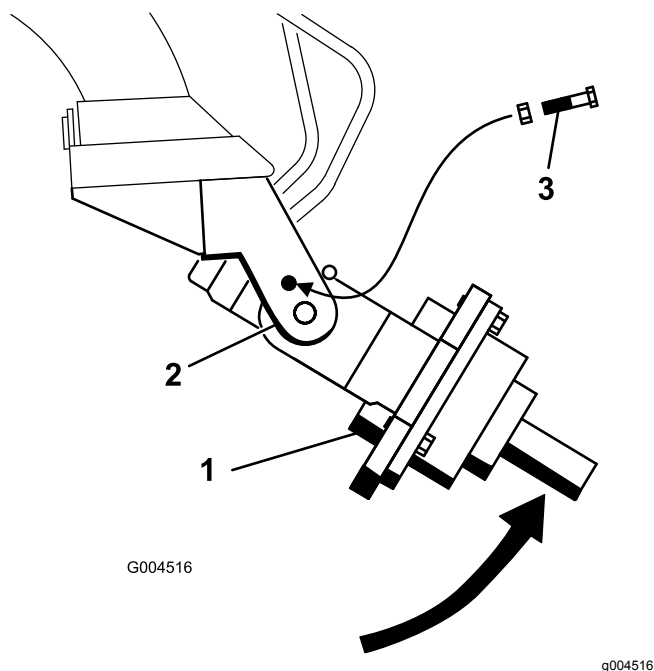

Figure 5
2. Si vous montez une tarière sur la tête d'entraînement modèle 22806, coupez le moteur et enlevez la clé. Positionnez la tête d'entraînement à la verticale, insérez un boulon ($\frac{1}{2}$ " x $2\frac{1}{2}$ ") dans les trous des bras de support avant, et fixez-la légèrement avec un écrou à embase ($\frac{1}{2}$ "), comme montré à la Figure 5.
5. Tournez la tête d'entraînement de la tarière à la main jusqu'à ce qu'il soit possible d'introduire un boulon ($\frac{1}{2}$ " x $2\frac{1}{2}$ ") dans le trou du bras de support pour fixer la tête d'entraînement. Serrez légèrement le boulon avec un écrou à embase ($\frac{1}{2}$ "), comme montré à la Figure 5.
3. Tournez la tête d'entraînement de la tarière à la main jusqu'à ce qu'il soit possible d'introduire un boulon ($\frac{1}{2}$ " x $2\frac{1}{2}$ ") dans le trou du bras de support pour fixer la tête d'entraînement. Serrez légèrement le boulon avec un écrou à embase ($\frac{1}{2}$ "), comme montré à la Figure 5.